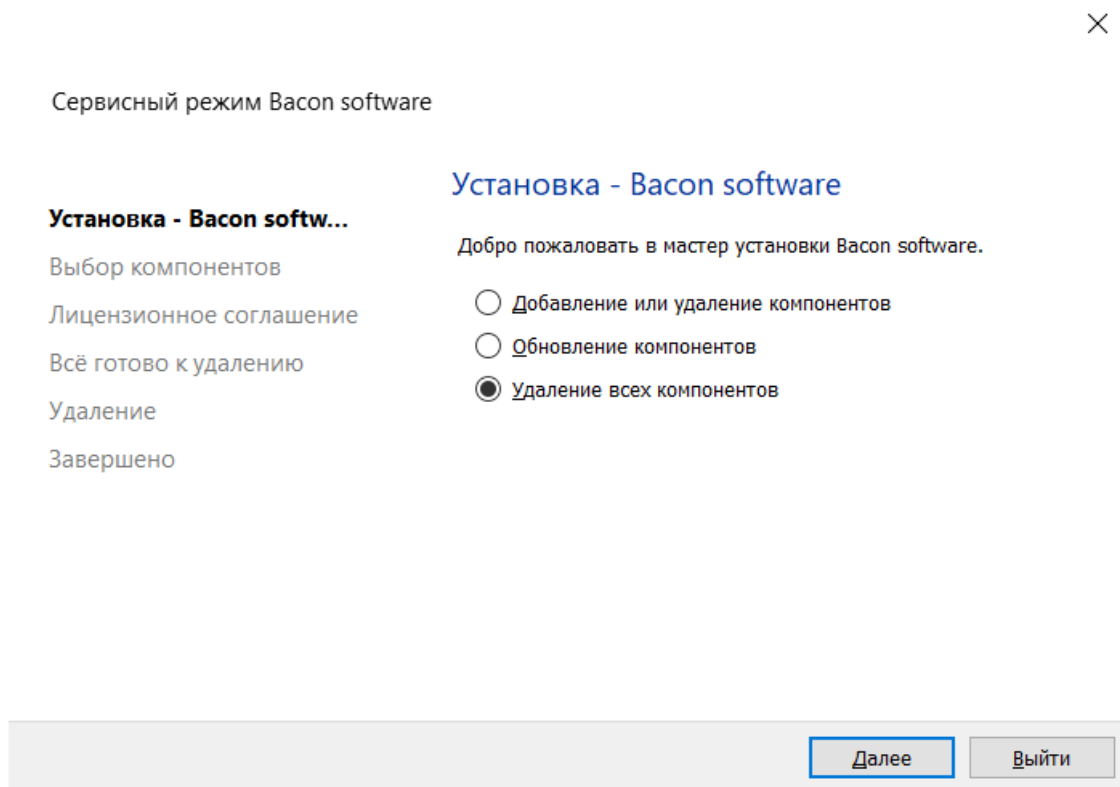

Рисунок 3.7 — *maintenancetool*: удаление компонентов Программы
3.2.2 Для удаления компонентов Программы необходимо запустить *maintenancetool.exe* из каталога с Программой (рисунок 3.7) и нажать «Далее», выбрав «Удаление всех компонентов».